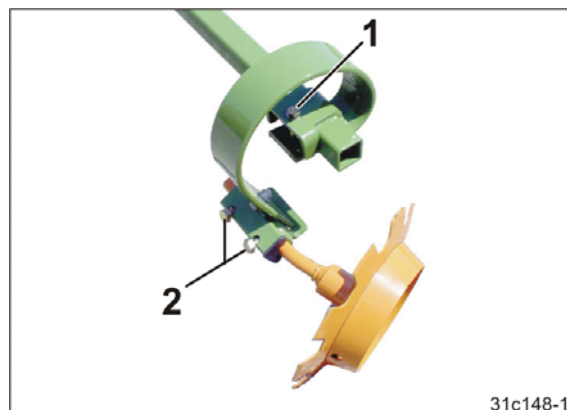

Fig. 204
4. Løsn skruen (Fig. 204/1).
6. Løsn de to skruer (Fig. 204/2).